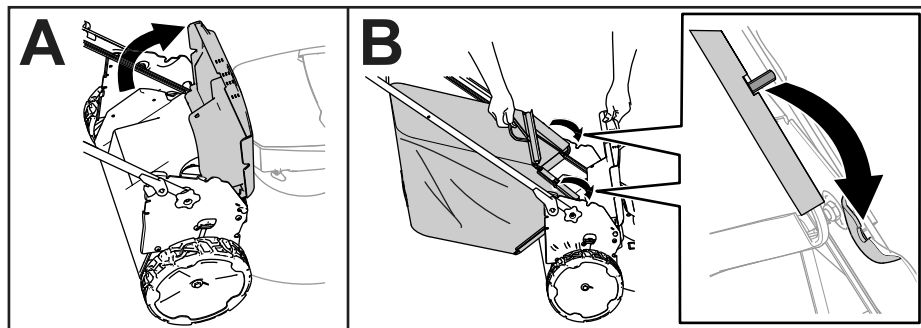

Figura 10
1. Levante el deflector trasero (Figura 10, A).
2. Introduzca los extremos de la varilla de la bolsa de recogida en las muescas de los soportes del manillar (Figura 10, B).